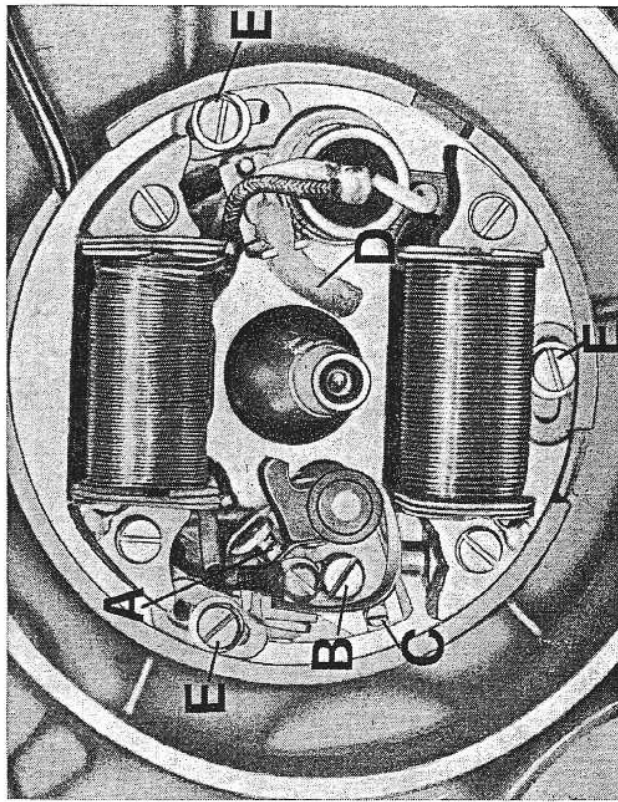

Fig. 19
(ved. fig. 19)
N.B. - Nella fig. 19 il volano appare smontato; lo smontaggio è stato effettuato al solo scopo di poter mostrare quali sono le parti da lubrificare e registrare; la manutenzione di queste parti viene eseguita attraverso le finestre del volano, ruotandolo opportunamente.
Se i contatti si aprono prima o dopo il punto stabilito, occorre allentare le viti (E) di fig. 19 che bloccano la parte fissa del volano al basamento, indi ruotare quest'ultimo a